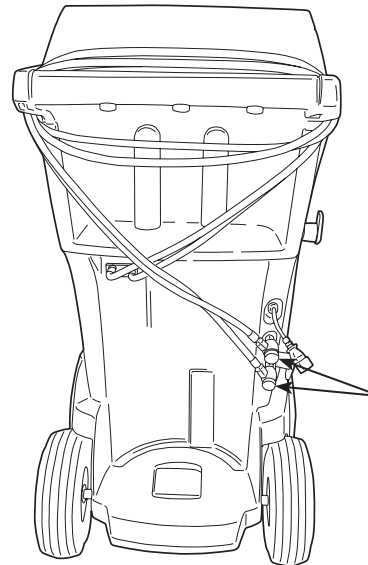

Figura 2
2. Quando solicitado, conecte as mangueiras de serviço da máquina aos orifícios de armazenamento, conforme mostrado na Figura 2. Selecione ►► para continuar.